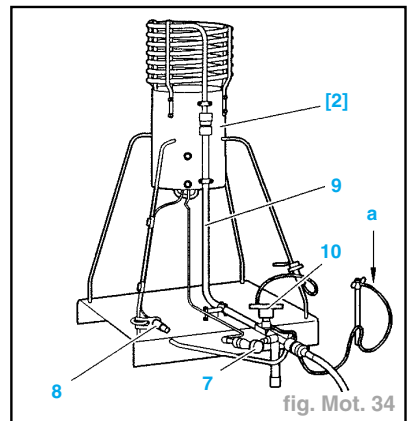
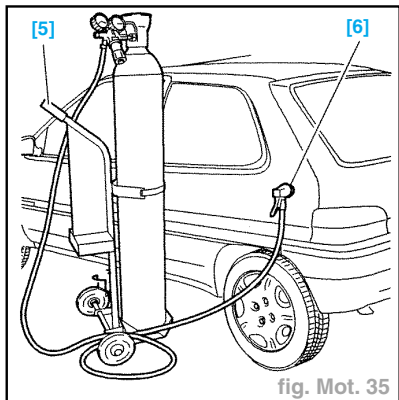

fig. Mot. 34
fig. Mot. 35
Impératif : Placer le brûleur à gaz [2] à la terre, en "a" (fig. Mot. 34).
- Purger le brûleur à gaz [2] en ouvrant légèrement la vanne (10) jusqu'au dégivrage du tube (9) puis refermer la vanne (10) (fig. Mot. 34).
- Purger la veilleuse en ouvrant 1/4 de tour la vanne (7) (pendant **20 secondes**).
- Actionner le système d'allumage électrique (8) : la flamme doit avoir une hauteur de **15 cm**.
- Ouvrir la vanne (10) de 3/4 tours.
- Ouvrir la vanne (6) à fond.
- En cas d'anomalie de fonctionnement : fermer la vanne (6).
- Lorsque l'intensité de la flamme diminue, relier l'outil [5] au véhicule à l'aide de l'outil [6] (fig. Mot. 35).